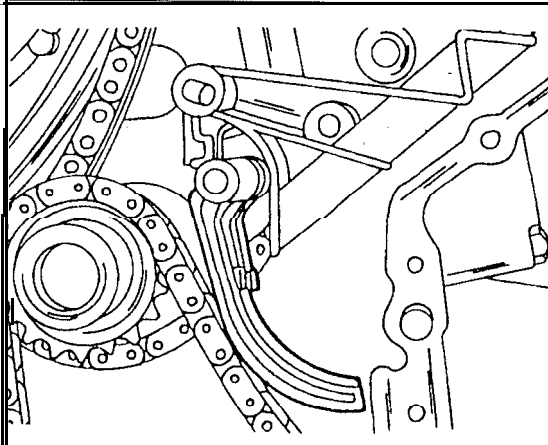

Bild 159
- Die neue Gleitschiene aufstecken. Die Feder in der Gleitschiene und im Spannhebel einhängen und die Schiene, die Feder und den Spannhebel wie in Bild 159 gezeigt auf die beiden Bolzen aufstecken.
- Den Spannhobel der Ölpumpenkette wieder montieren (siehe Bild 159).